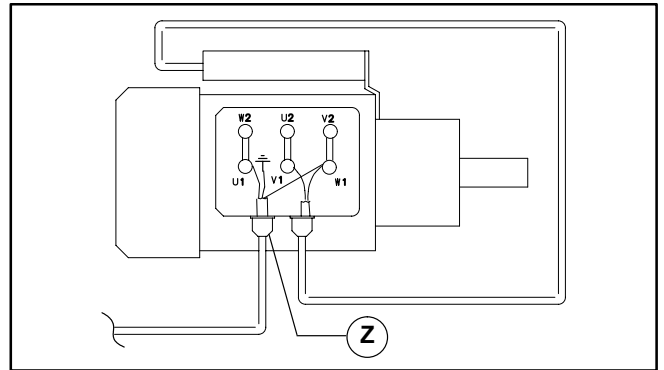
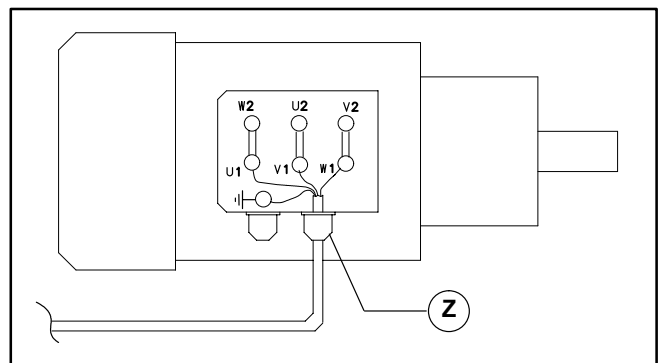

Abbildung 16
Abbildung 17
- b. Die Farben der Adern an Klemmen U1, W1 und Erdungsklemme Schutzleiter (\perp) (Abbildung 16) aufschreiben. Klemmen U1, W1 und Erdungsklemme lösen und Adern entfernen.
- c. Die Kabelklemme (Z siehe Abbildung 16) lösen und Kabel herausziehen.
- b. Die Farben der Adern an Klemmen U1, V1, W1 und Erdungsklemme (Adern \perp)(Abbildung 17, 230 Volt, oder Abbildung 16, 400 Volt) aufschreiben. Die Klemmen U1, V1, W1 und die Erdungsklemme lösen und Adern entfernen.
- c. Die Kabelklemme (Z siehe Abbildung 17) lösen und Kabel herausziehen.